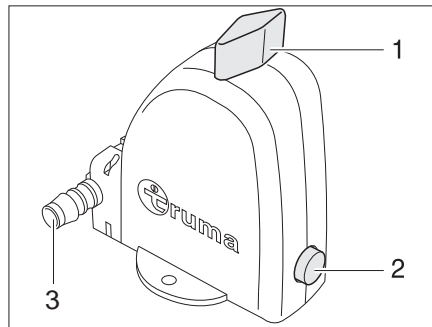

Fig. 221 Valve de sécurité et de vidange du chauffe-eau - Position de fonctionnement
Le chauffe-eau est équipé d'une valve de sécurité et de vidange (Fig. 221). La valve de sécurité et de vidange empêche que l'eau ne gèle dans le chauffe-eau lorsque le chauffage n'est pas allumé en cas de gel.
- ▷ Veiller à ce que la tubulure d'évacuation (Fig. 221,3) de la valve de sécurité et de vidange ne soit jamais obturée (p. ex. par des feuilles, du gel).
- Tourner le bouton rotatif (Fig. 221,1) de 90° parallèlement à la valve de sécurité et de vidange.
Le bouton-poussoir (Fig. 221,2) ressort. Le chauffe-eau est vidé à l'extérieur via la tubulure d'évacuation (Fig. 221,3) de la valve de sécurité et de vidange.
- Tourner le bouton rotatif (Fig. 221,1) de 90° transversalement à la valve de sécurité et de vidange.
- Enfoncer le bouton-poussoir (Fig. 221,2).